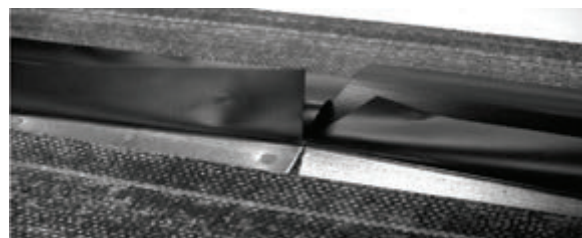

Figure 3
5. Mesurez, coupez et installez les sections de pièces de recouvrement du joint d'expansion de façon à ce que toutes les sections de soufflet adjacentes se plaquent fermement l'une contre l'autre. Taillez les bandes de clouage pour prévenir le chevauchement de matériaux et assurer un joint d'extrémité serré d'un bout à l'autre aux soufflets de mousse (Figure 3).